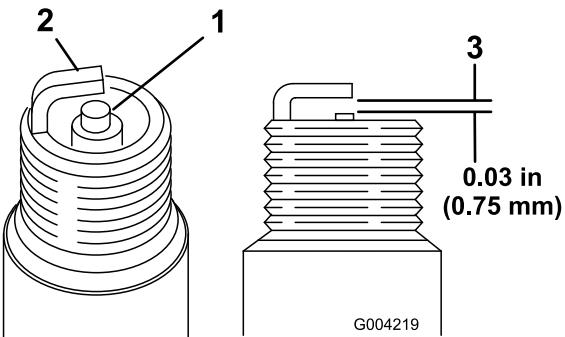

図 51
- 中央の電極部を観察する(図 51)。絶縁体部がうす茶色や灰色なら適正、碍子が黒くなっているのは不完全燃焼である(エアクーリーナの汚れが原因であることが多い)。
- プラグの電極間のエア・ギャップ(図 51)を点検し、
- 適正值から外れていれば外側の電極(図 51)を曲げて調整する。